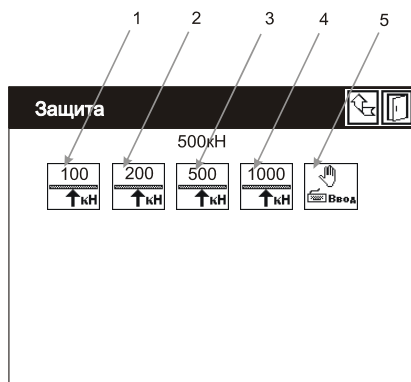
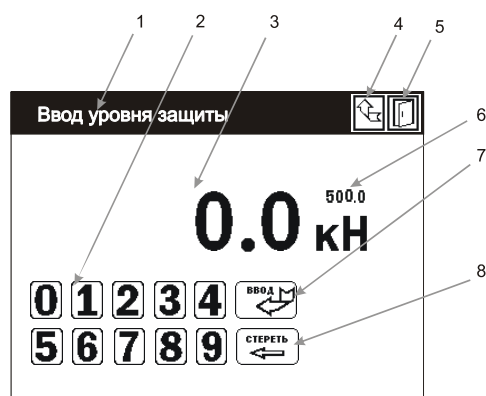

Рисунок 5.4. Защита.
Рисунок 5.5. Ввод уровня защиты.
- нажать кнопку «Защита от перегрузки» п.3 рис.5.3, дисплей примет вид рис.5.4;
- нажать кнопку с фиксированной нагрузкой или кнопку «Ввод» для ввода значения максимальной нагрузки п.5 рис.5.4, если нажата кнопка «Ввод» дисплей примет вид рис.5.5;
- для ввода непосредственного значения нагрузки набрать ее нажатием на цифровые кнопки п.2 рис. 5.5;
- для подтверждения установленной нагрузки нажать кнопку «Ввод» п. 7 рис. 5.5;
- для стирания набранной цифры нажать кнопку «Стереть» п. 8 рис.5.5;
- для выхода из подменю нажать кнопку «На уровень вверх» п. 4 рис. 5.5;
- для выхода в рабочий режим нажать кнопку «Выход» п. 5 рис. 5.5.
- для выхода из подменю нажать кнопку «На уровень вверх» п. 4 рис.5.5;
- для выхода в рабочий режим нажать кнопку «Выход» п. 5 рис.5.5.
- для выхода в рабочий режим нажать кнопку «Выход» п. 5 рис. 5.5 .